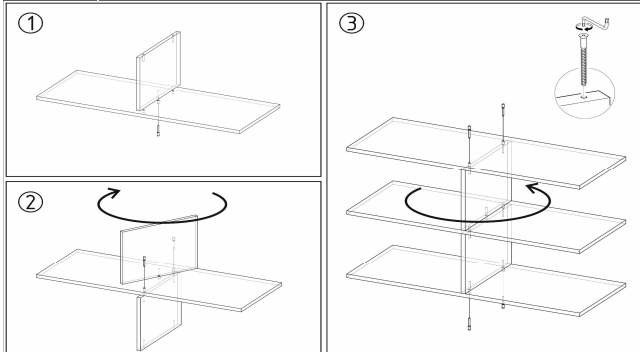

Рис. 1
2. Прибиваем к опорной части боковины (4) подпятники с помощью гвоздей 2 x 20 мм, к нижней части крыши (7) приворачиваем опоры 20 мм и устанавливаем направляющие на боковины (3) и (8) шурупами 4 x 16 мм.
3. С помощью еврошурупов 7 x 50 мм и эксцентриковых стяжек собираем каркас изделия. Боковины (1-3) и (8-9) соединяем с крышами (6-7), вязками (10-13) и крышей (14). Крепёж боковин (15-16) и вязок (10-11) проводить методом крепления "бабочка", как показано на рис. 1.
4. К конструкции, собранной в п. 3 крепим столешницу (5), вязки (11), (18) и боковину (4).
7. На фасады (22) устанавливаем газовые кронштейны.
8. Устанавливаем полки (17) на полкодержатели.
9. Боковины ящика (19) крепим к вязкам (20) при помощи еврошурупов 7 x 50 мм. Эксцентриковой стяжкой крепим ящик крепим к фасаду (21). Измеряем диагональ ящиков и прибиваем ДВП с помощью гвоздей 2 x 20 мм.